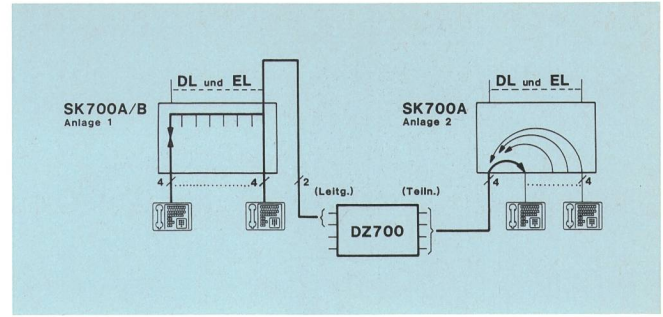

Fig. 2
- In einem Industriebetrieb sind mehrere LW-Anlagen eingesetzt. Von der LW-Anlage des Direktionsbereiches soll mit Direktruf in eine LW-Anlage einer unterstellten Abteilung gerufen werden können (Fig. 2).
bordonnée à partir de l'installation LW de l'étage directorial (fig. 2).